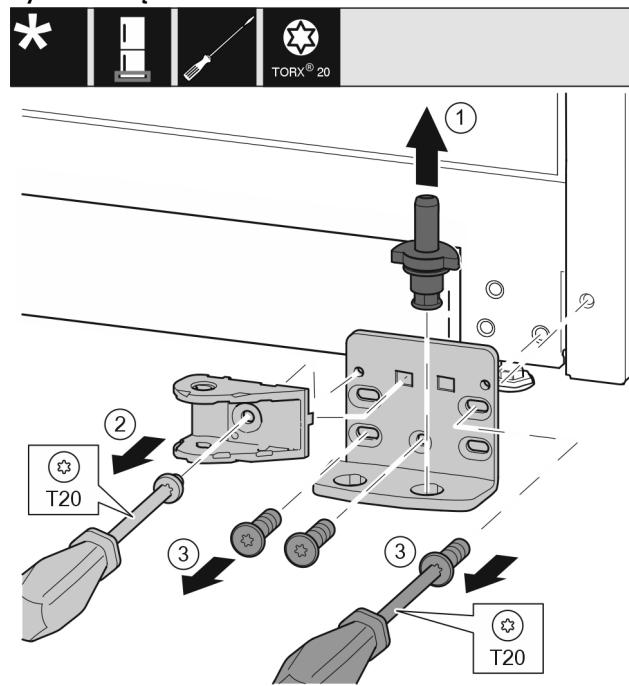

Fig. 34 *
- ▶ Kompletną płytkę zawiasu wyjąć w górę. Fig. 34 (1)*
- ▶ Śrubę wykręcić przy pomocy śrubokręta T20 i zdjąć połączenie amortyzatora zamykania. Fig. 34 (2)
- ▶ Śruby wykręcić przy pomocy śrubokręta T20 i zdjąć płytkę zawiasu. Fig. 34 (3)*